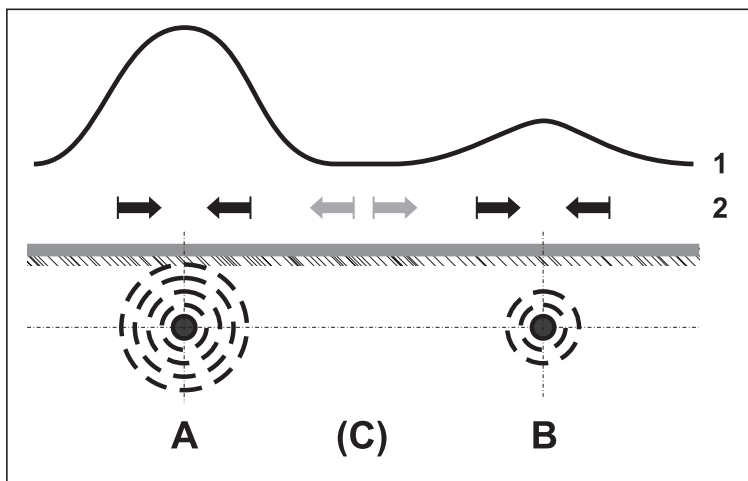

Fig. 41: Situación de localización en tuberías tendidas una al lado de la otra
La fig. 41 muestra una situación de localización en la que junto a la tubería A que va a localizarse hay otra tubería B pegada a ella. La tubería A recibe una inducción directa de señal. A través de ambas tuberías el transcurso de la señal (1) muestra cada vez un nivel máximo.